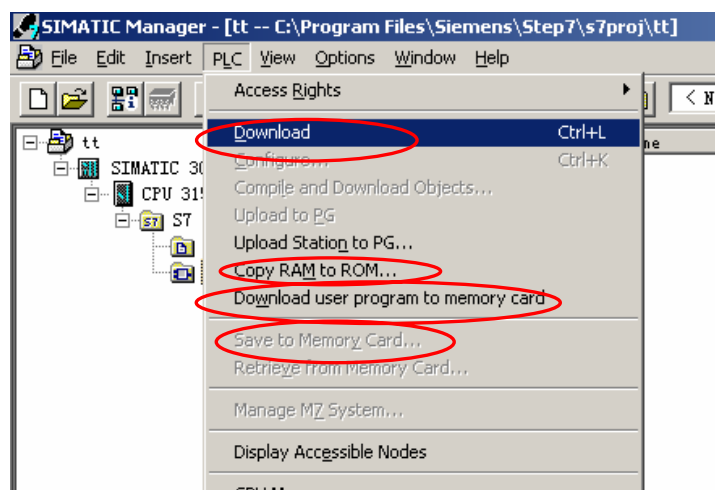

图 8—2
1. 直接下载：用快捷栏中的下载按钮 直接下载。或使用 STEP7 中的“PLC >“Download”菜单命令下载。（如图 8—2）
2. 使用 STEP7 中的“PLC >“Download User Program to Memory Card”菜单命令将整个程序下载（如图 8—2），注意使用该指令时不能下载单个或部分程序块，只能整体下载，同时会将 MMC 卡中原来的内容清除。此方法也同样适用于 FEPR0M 卡。
3. 使用 STEP7 中的“PLC >Copy RAM to ROM”（如图 8—2）菜单命令，可以把工作存储器的内容拷贝到 MMC 卡中，同时会将 MMC 卡中原来的内容清除。此操作只能是 CPU 在 STOP 模式下才能执行。这个指令用于把 CPU 中当前运行值 如 DB 块的运行值拷贝到